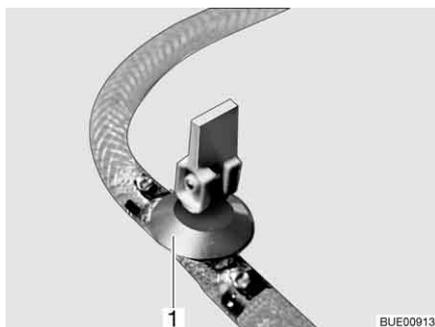
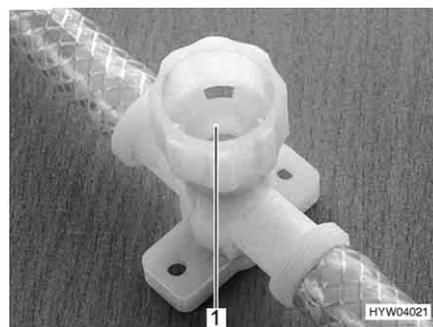

Fig. 134 Llave de desagüe (con balancín)
Fig. 135 Llave de desagüe (con tapa giratoria)
- Cerrar todas las llaves de desagüe. Para esto, poner el balancín de la llave de desagüe (Fig. 134, 1) en posición horizontal o girar la tapa de la llave de desagüe (Fig. 135, 1) en el sentido de las agujas del reloj.